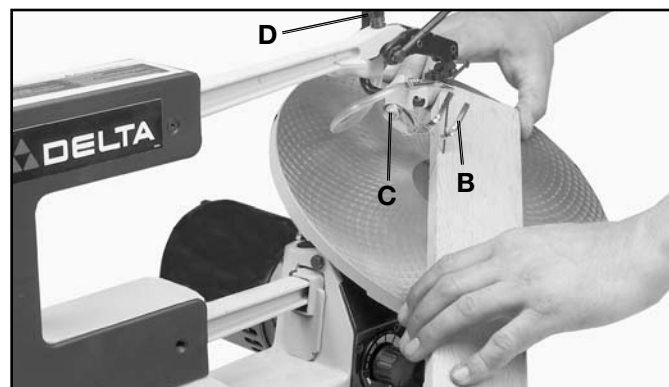

Fig. 32
Durante el cortado de biselado, el sujetador (B) Fig. 32 puede ajustarse para quedar plano sobre el material al aflojar el tornillo (C) e inclinar el sujetador de la manera correspondiente. Vuelva a apretar el tornillo (C).